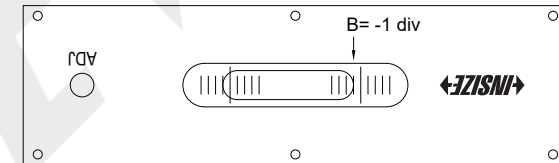

Fig.4
- d) Depois que a bolha parar de se mover, leia B na escala (Fig.4).